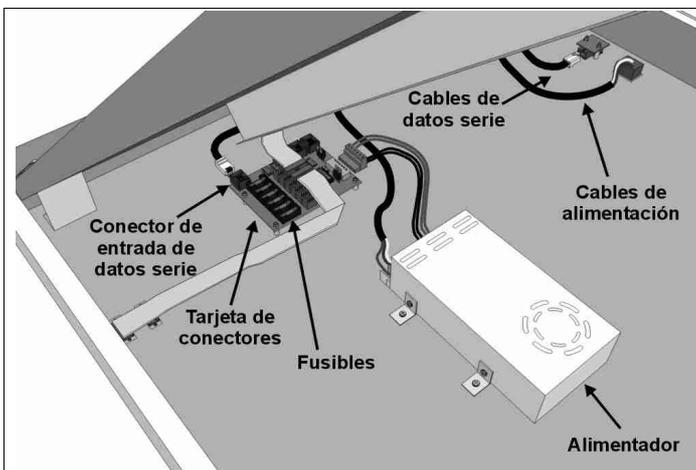
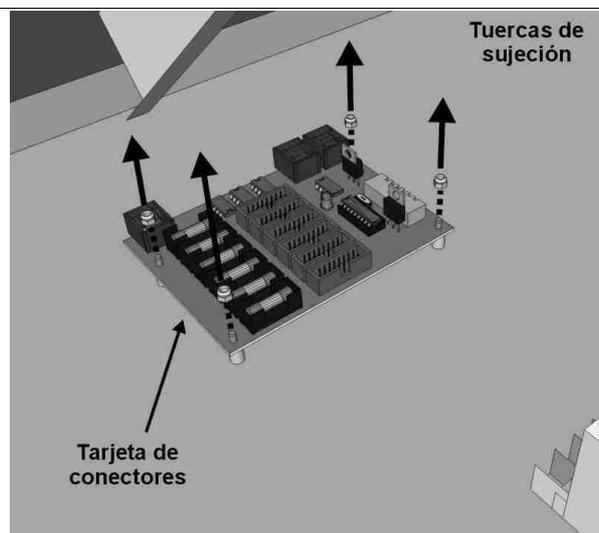

Fig. 18: Cambio de la tarjeta de conectores
Fig. 19: Sujeción de la tarjeta de conectores
- b) conecte la consola directamente al conector de datos serie de la tarjeta de conectores (Fig. 18) con un cable serie que funcione bien y conecte el marcador a la corriente;
- c) localice la tarjeta de conectores en el módulo de arriba del marcador (Fig. 18) y busque el fusible (Fig. 19) al lado del conector donde está enchufado el cable plano de 16 contactos de la tarjeta controladora anterior;
2. Localice la tarjeta de conectores (Fig. 18) y saque todos los conectores anotando su posición.
3. Desatornille las cuatro tuercas de sujeción de la tarjeta de conectores (Fig. 19) con un destornillador de 5,5 mm, sáquela de su alojamiento y monte la tarjeta nueva.